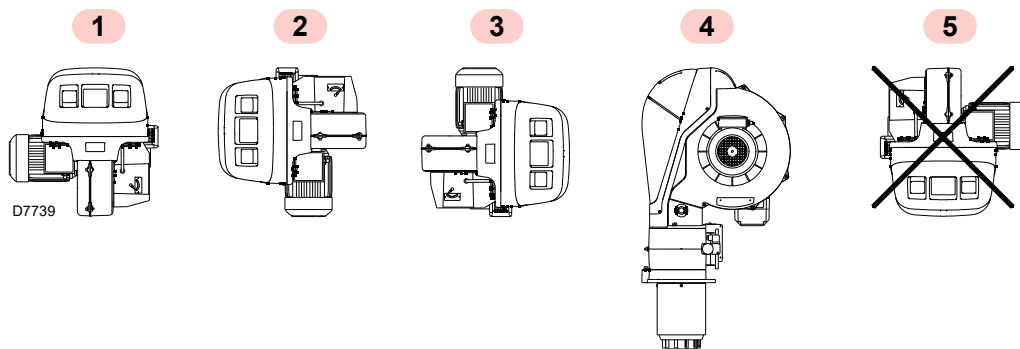

Fig. 12
- Il bruciatore è predisposto esclusivamente per il funzionamento nelle posizioni 1, 2, 3 e 4 (Fig. 12).